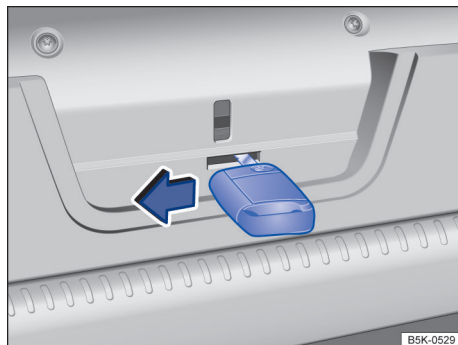

Fig. 67 Na tampa do compartimento de bagagem: destravar emergencialmente a tampa do compartimento de bagagem.
- Inserir a haste da chave na abertura da tampa do compartimento de bagagem → **Fig. 67** e pressionar a alavanca de destravamento no sentido da seta.